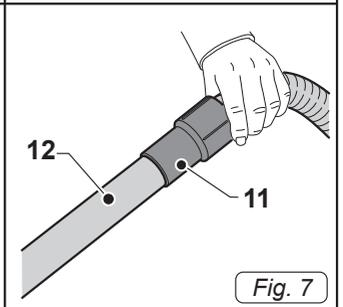

Fig. 7
- Unire al tubo flessibile (11 Fig. 7) la prolunga (12 Fig. 7).